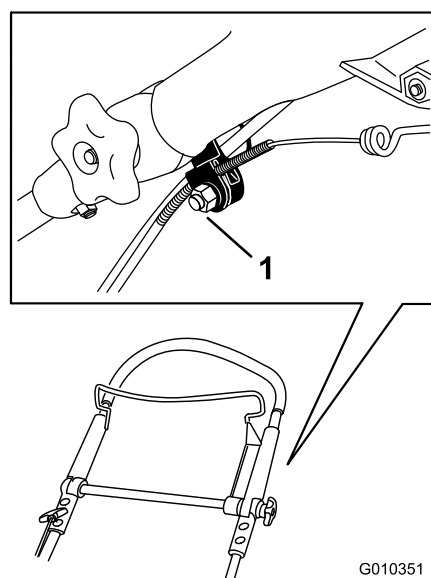

**Figure 47**
2. Abaissez complètement la partie supérieure du guidon et pulvérisez la surface en plastique intérieure de la poignée extérieure (Figure 47).